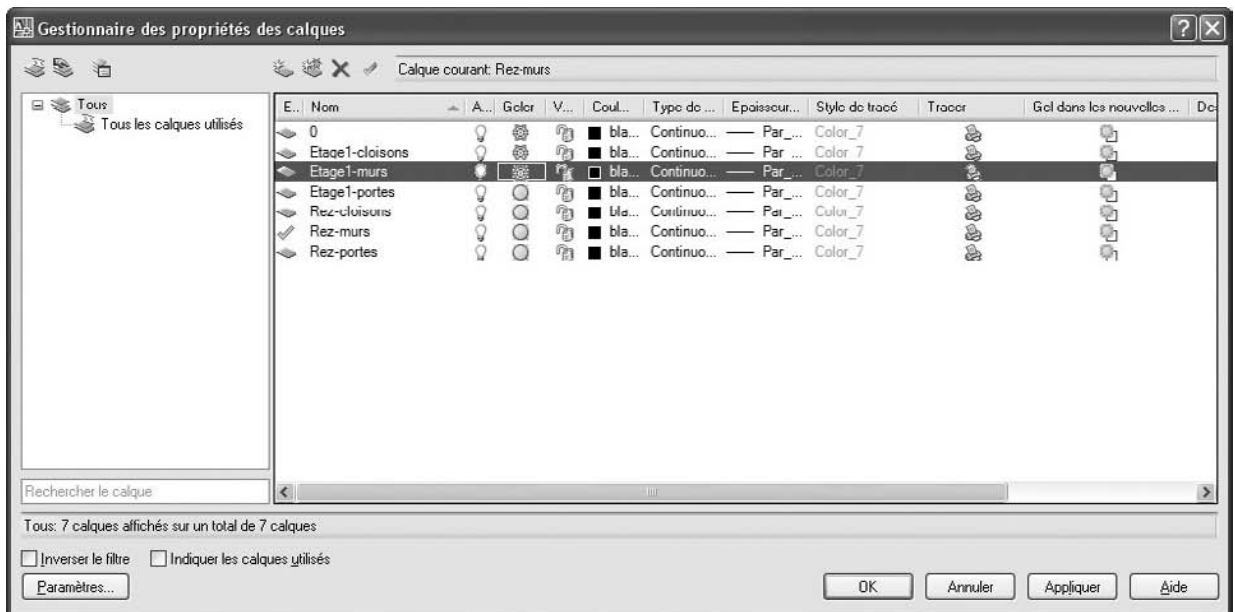

Fig.2.9
- 4 Utilisez la commande **Wbloc** (voir chapitre sur le blocs) pour créer un fichier avec le contenu du calque non gelé (fig.2.9). Ce fichier peut ensuite être ouvert comme un dessin normal.